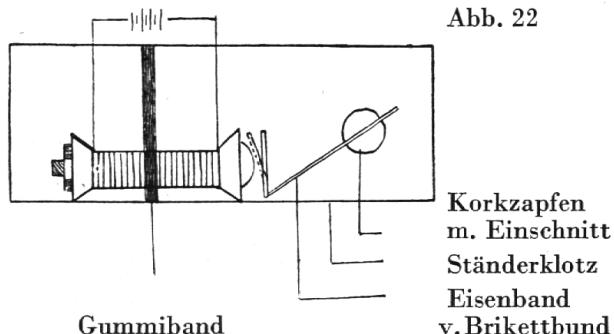

Abb. 22
**5. Die Klingel.** Die Spule mit dem Eisenkern (Mutterschraube) befestigen wir mit einem Gummiband vom Veloschlauch auf unserm Ständerklotz. Von einem Eisenband eines Brikettbundes schneiden wir Stücke weg und biegen ein Ende ab. Diesen Streifen setzen wir vor den Eisenkern (siehe Abb. 22) als Anker.